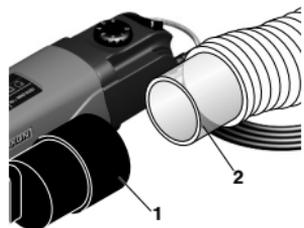

Fig. 7
1. Teile des Anschlussadapters **1** (Fig. 7) zusammenstecken.